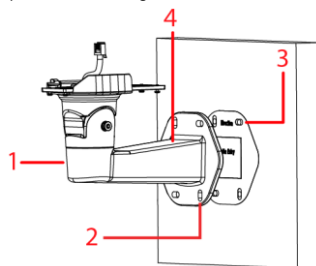

Figura 1
- C. Tras pasar todo el cableado necesario por el brazo de montaje, coloque el brazo de montaje (1) (Figura 1) sobre la superficie y alinee los 4 orificios del brazo de montaje (2) (Figura 1) con los cuatro anclajes de tornillo o pernos de expansión en la superficie (3) (Figura 1).
- D. Inserte el tapón de caucho en el orificio superior del brazo de montaje (4) (Figura 1) para evitar la penetración de agua en el brazo de montaje.